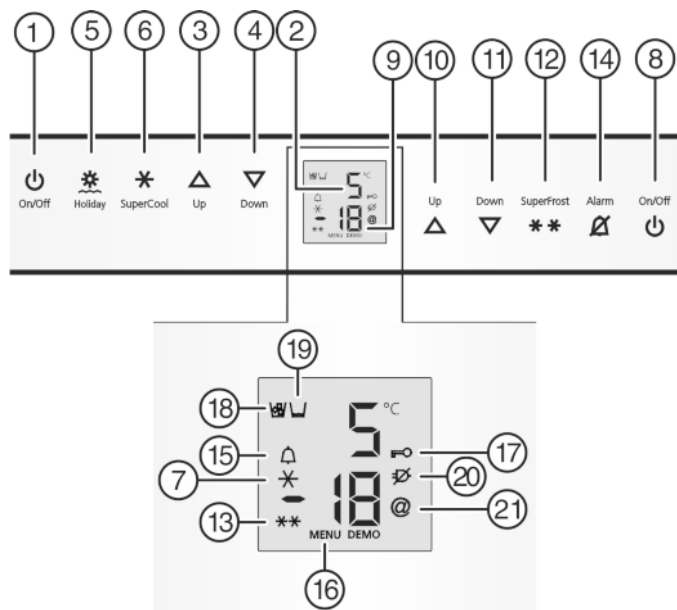

Fig. 2
- Taste On/Off Gefrierteil Fig. 2 (8) drücken.
- Taste On/Off Kühlteil Fig. 2 (1) drücken.
- ▷ Kühl- und BioFresh-Teil sind eingeschaltet: Temperaturanzeige Kühlteil Fig. 2 (2) leuchtet. Beim Öffnen der Kühlteiltür geht die Innenbeleuchtung an.
- Das Symbol SmartDeviceBox Fig. 2 (21) wird angezeigt und blinkt -> Die SDB ist nicht verbunden.
- Das Symbol SmartDeviceBox Fig. 2 (21) wird angezeigt und blinkt nicht -> Die SDB ist verbunden.
- Das Symbol SmartDeviceBox Fig. 2 (21) wird nicht angezeigt -> Die SDB ist nicht aktiv, wurde nicht korrekt eingesteckt oder der SDB-Konnecter wurde nicht korrekt installiert.
- Einstellmodus aktivieren: Taste SuperFrost Fig. 2 (12) ca. 5 s drücken.
- ▷ Das Symbol Menu *Fig. 2 (16)* leuchtet.
- ▶ Mit Einstelltaste Up Gefrierteil *Fig. 2 (10)* und Einstelltaste Down Gefrierteil *Fig. 2 (11)* **2** wählen.
- ▶ Die Taste SuperFrost *Fig. 2 (12)* kurz drücken, um zu bestätigen.
- ▶ Mit Einstelltaste Up Gefrierteil *Fig. 2 (10)* und Einstelltaste Down Gefrierteil *Fig. 2 (11)* **20** wählen.
- ▶ Mit Einstelltaste Up Gefrierteil *Fig. 2 (10)* und Einstelltaste Down Gefrierteil *Fig. 2 (11)* **21** wählen.
- ▶ Mit Einstelltaste Up Gefrierteil *Fig. 2 (10)* und Einstelltaste Down Gefrierteil *Fig. 2 (11)* **2d** wählen.
- ▶ Mit Einstelltaste Up Gefrierteil *Fig. 2 (10)* und Einstelltaste Down Gefrierteil *Fig. 2 (11)* **2H** wählen.